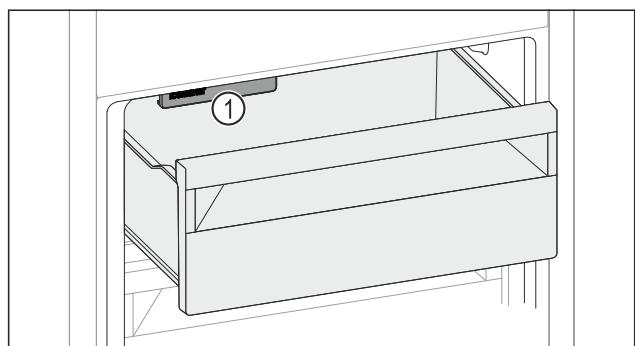

Fig. 131
► Слідкувати за функцією IceMaker Fig. 131 (1).